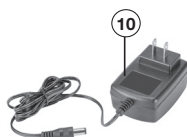

FIG 1
- Pour allumer la clé à chocs, appuyez sur l'interrupteur à gâchette (2-FIG 1).
Au-dessus de l'interrupteur à gâchette se trouve le sélecteur avant/arrière (3-FIG 1), qui contrôle la direction de rotation de la clé à chocs.
Votre outil est équipé d'un éclairage de travail à DEL intégré (5 - FIG 1) pour illuminer la zone de travail. Lorsque vous allumez l'outil, l'éclairage de travail s'allumera automatiquement.
Pour desserrer ou serrer les fixations, déplacez le sélecteur avant/arrière (3-FIG 1) dans la direction appropriée.